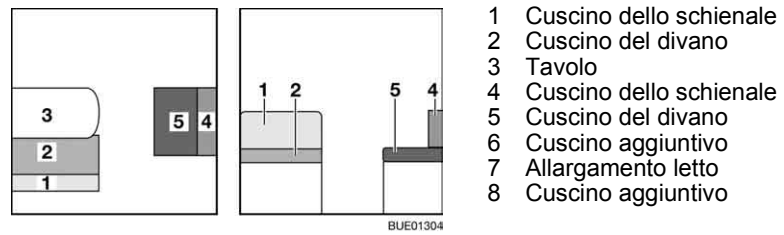

Fig. 131 Prima della trasformazione
- Trasformare il tavolo (Fig. 131,3) in struttura di supporto letto (vedi paragrafo 6.11).
- Rimuovere il cuscino dello schienale (Fig. 131,1) e riporlo.